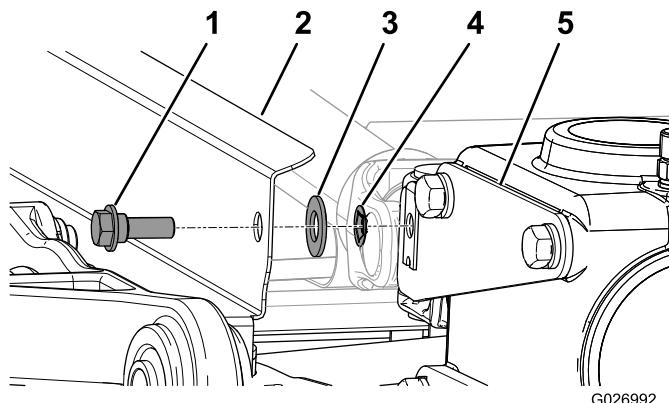

Figure 25
3. Fixez la protection de l'arbre d'entraînement au support de pivot que vous avez monté à la procédure 6 Montage du support de pivot (page 5) ; voir Figure 25.